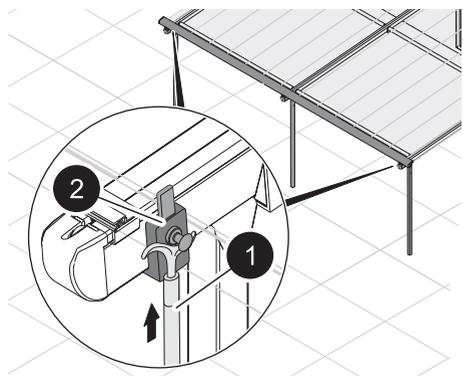

Fig. 18: Mettre le dispositif d'arrêt
4. Insérer les dispositifs d'arrêt gauche et droit avec la barre à crochet (Fig. 18/1). Pour ce faire, pousser le dispositif d'arrêt de la toile (Fig. 18/2) vers le haut.